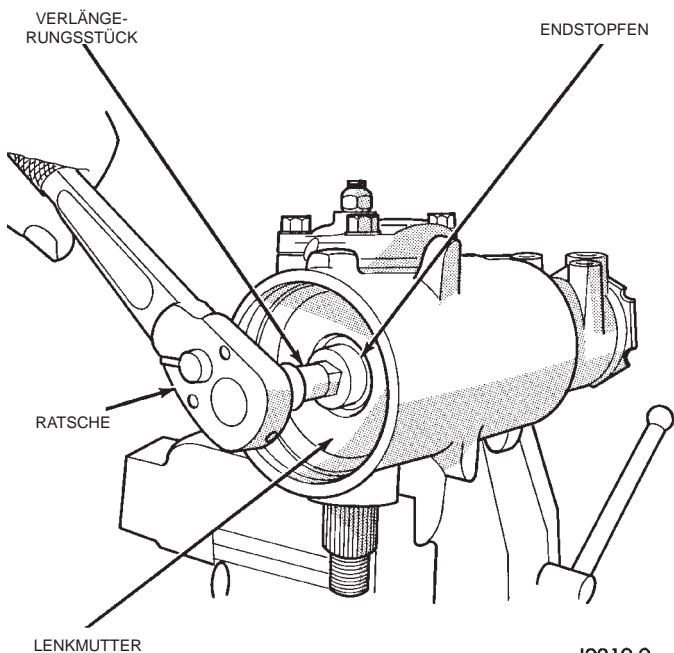
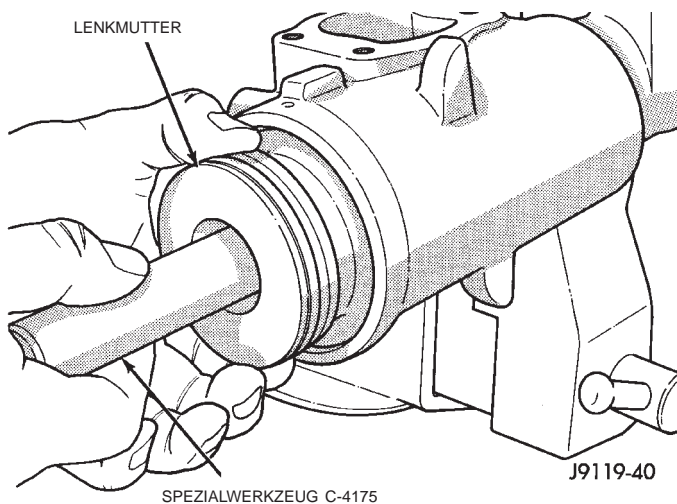

Abb. 17 Endstopfen der Lenkmutter aus- und einbauen
Abb. 18 Lenkmutter mit Griffstange
(1) Gehäuseverschluß-Stopfen ausbauen.
(2) Endstopfen der Lenkmutter aus dem Gehäuse ausbauen (Abb. 17).
(3) Lenkstockwelle und Seitendeckel ausbauen.
(4) Eingangswelle LINKS HERUM drehen, so daß sich die Lenkmutter aus dem Gehäuse heraus bewegt.
(5) Griffstange C-4175 in die Bohrung der Lenkmutter schieben (Abb. 18). Das Werkzeug fest gegen die Lenkmutter drücken.
(6) Gleichzeitig die Eingangswelle mit einem Innenzwölfkant-Schlüssel LINKS HERUM drehen. Hierdurch wird die Lenkmutter auf den Griff geschoben, so daß die Kugeln in ihren Umläufen bleiben.
(7) Lenkmutter, Kugeln und Griffstange gemeinsam aus dem Gehäuse ausbauen.
(8) Griffstange aus der Lenkmutter herausziehen.
(9) Die Kugeln aus der Lenkmutter herausnehmen.